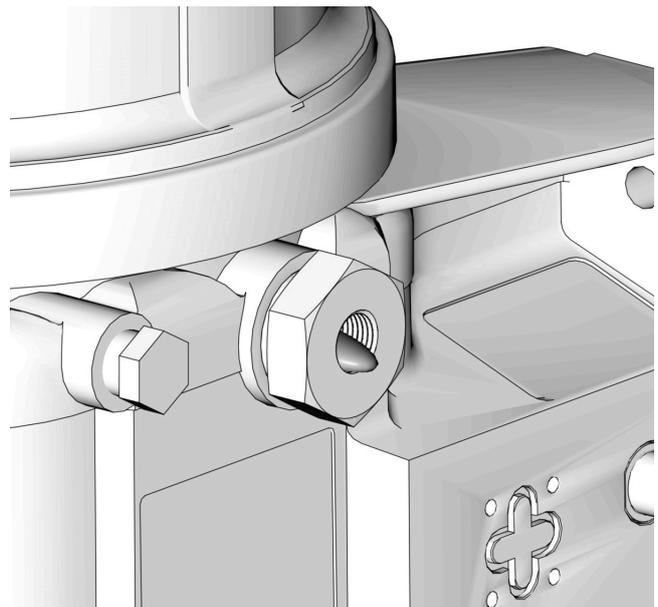

図 28
2. エレメント取り付け金具からエアの無い潤滑剤が吐出されるまでのみ、ポンプを運転させるようにしてください(図 28)。